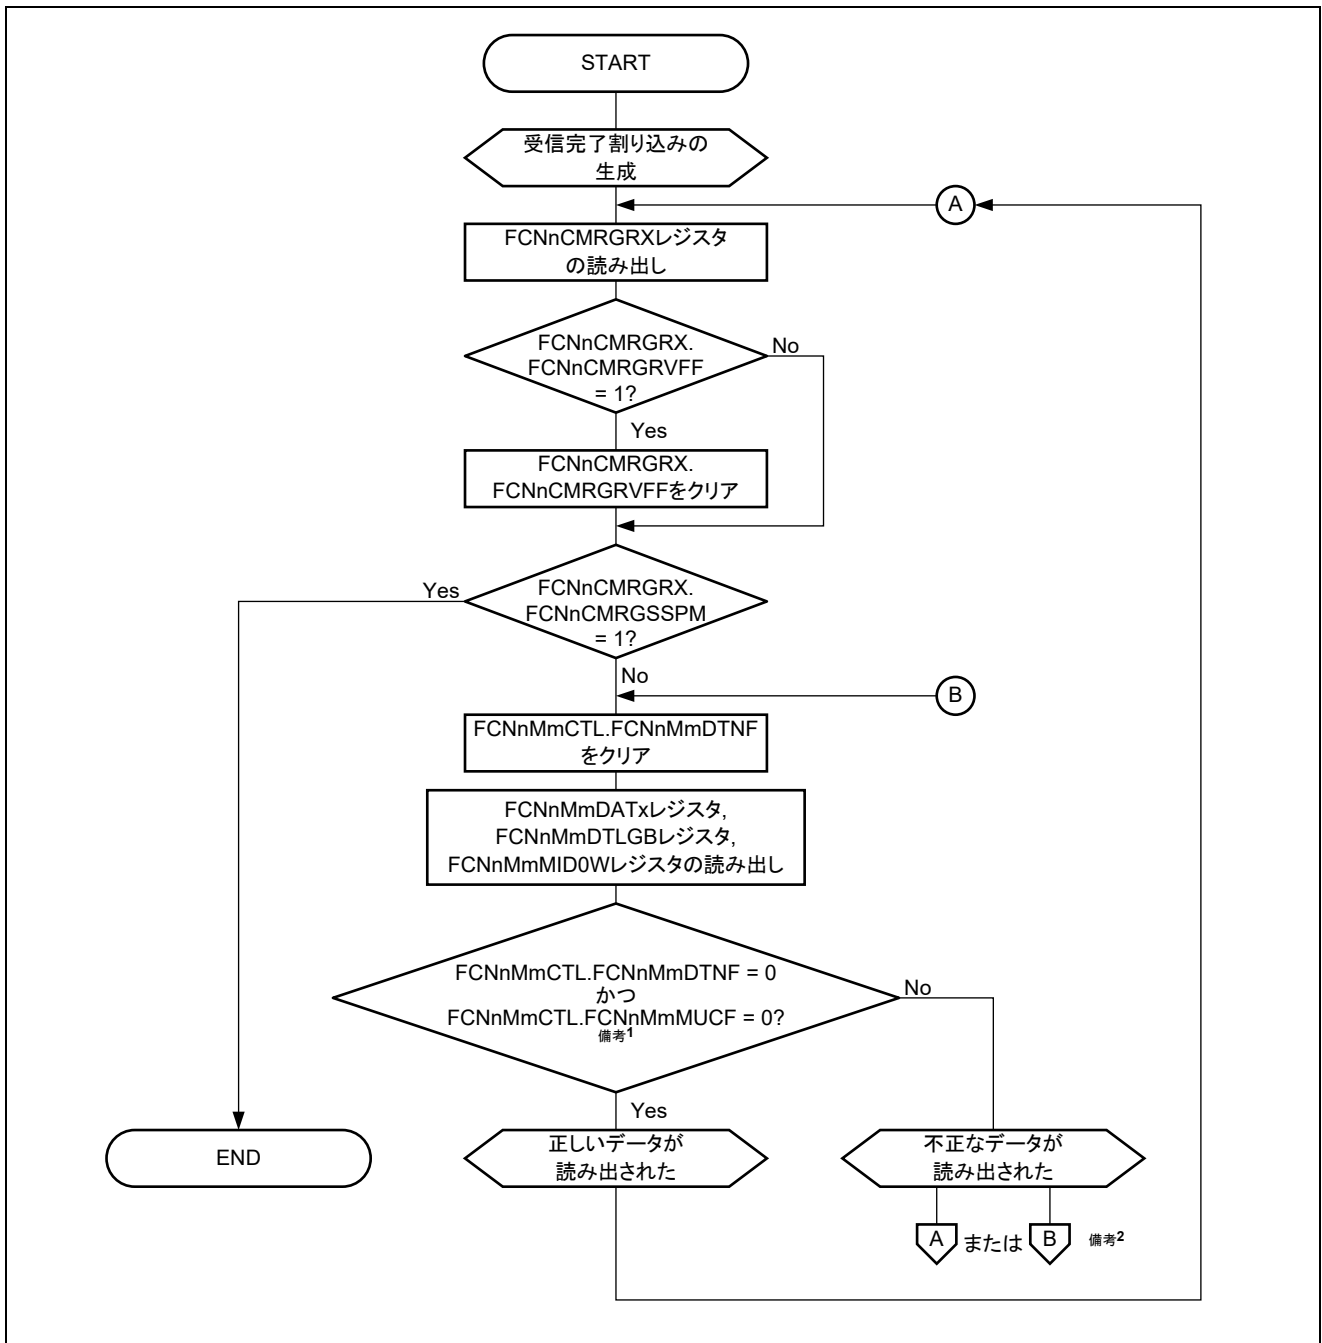
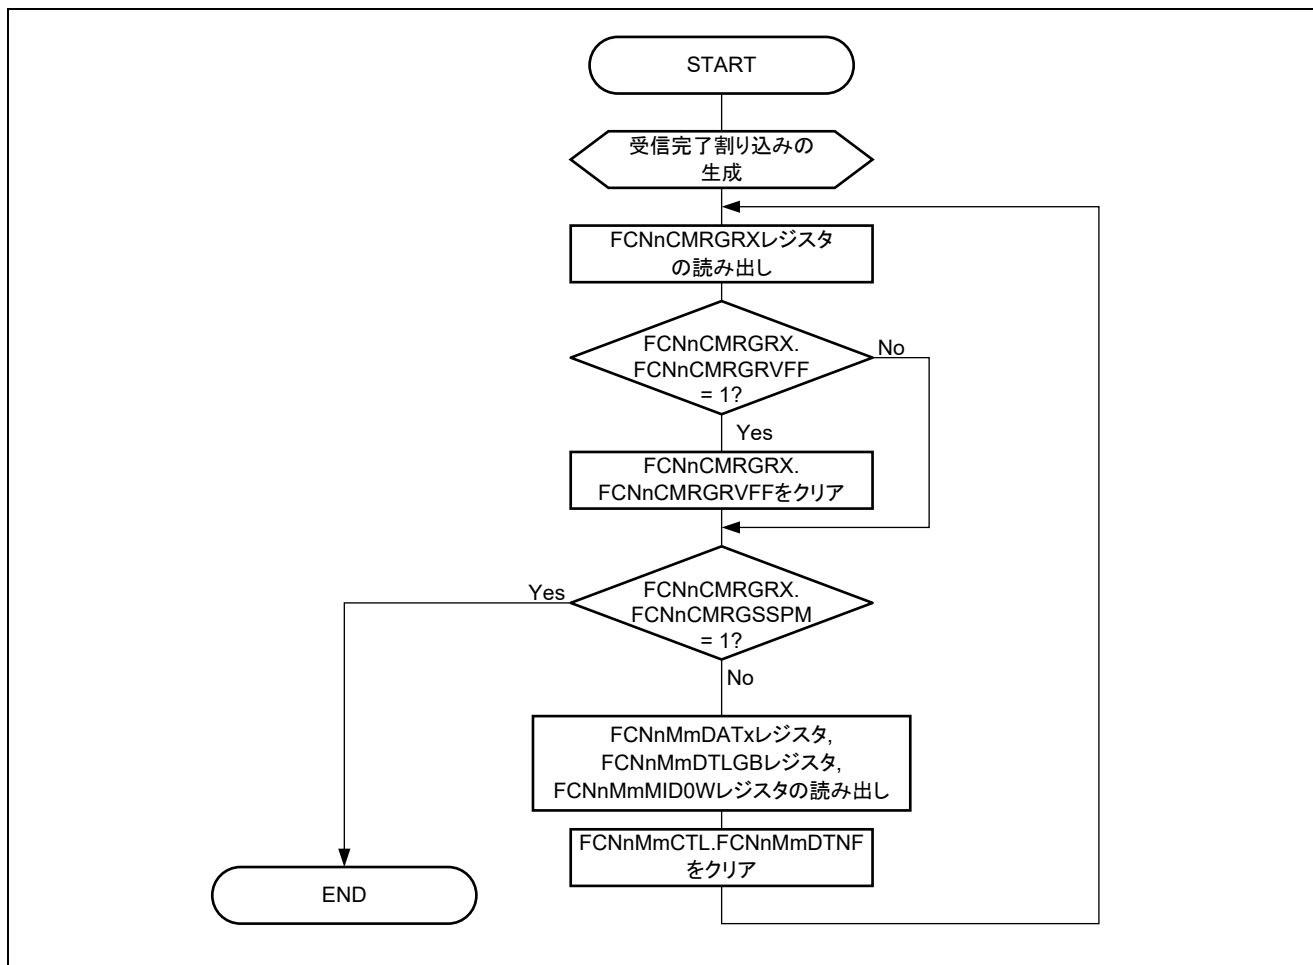

図25.32 割り込みを利用した受信 (FCNnCMRGRX レジスタを利用)
図25.33 割り込みを利用した受信 (FCNnCMRGRX レジスタを利用) の別の方法
5. 図25.32「割り込みを利用した受信 (FCNnCMRGRXレジスタを利用)」の方法は、代わりに図25.33「割り込みを利用した受信 (FCNnCMRGRXレジスタを利用) の別の方法」の方法を利用することができます。